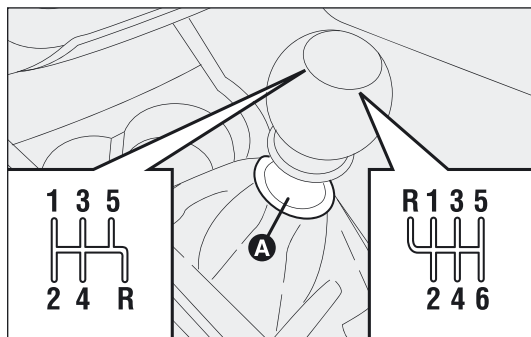

fig. 148
Om de versnellingen in te schakelen, moet u het koppelpedaal geheel intrappen en vervolgens de versnellingspook in de gewenste stand plaatsen (het schakelschema staat op de knop van de pook fig. 148).
Ga bij een zes-versnellingsbak als volgt te werk om de achteruit (R) vanuit de vrijstand in te schakelen: trek de schuifring A onder de knop omhoog en verplaats de pook naar links en vervolgens naar voren fig. 148.